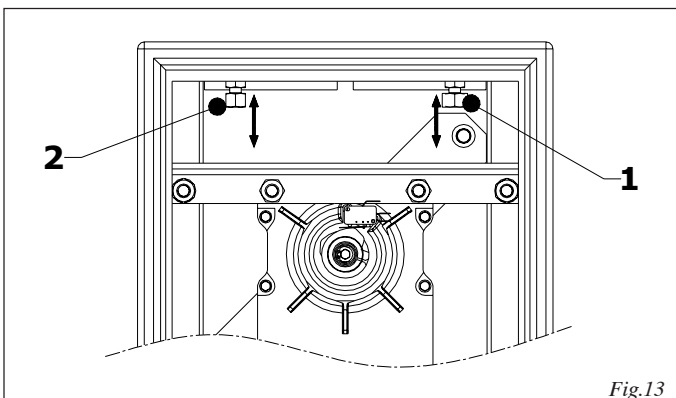

Fig.13
- regolare gli arresti meccanici, fig.13 rif.1 e 2.